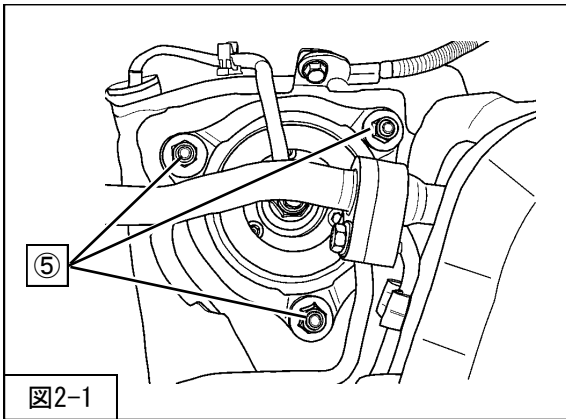

図2-1
⑤フロントサスペンションASSYアッパー取付ナットを車両に取付けてください。(図2-1)